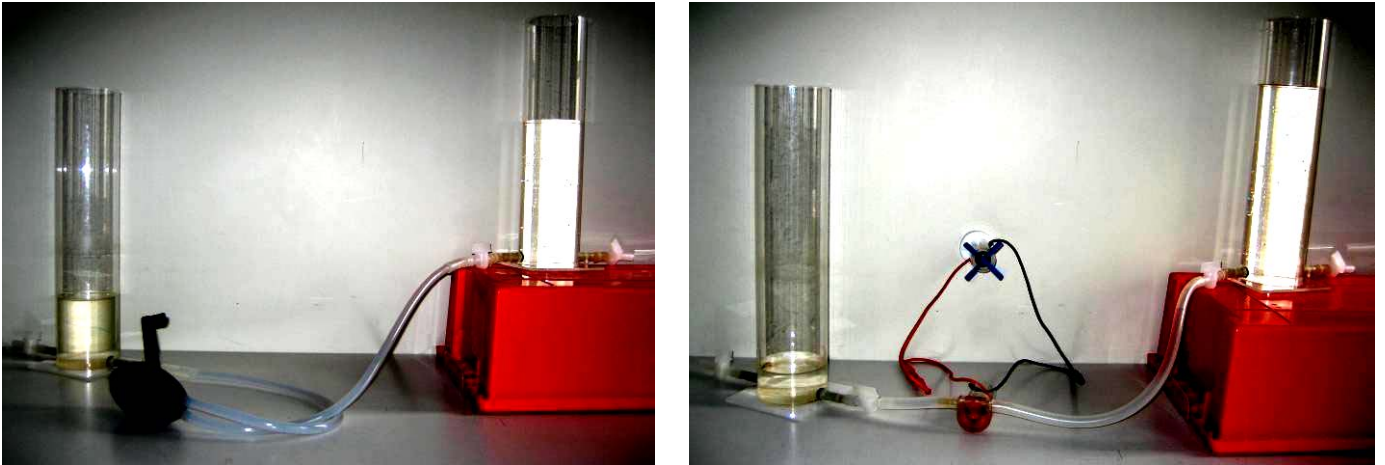

Abb. 16: Durch das Pumpen des Wassers wird die Energie gespeichert, die später den Wassergenerator antreibt
**Versuchsaufbau:** Abbildung 16